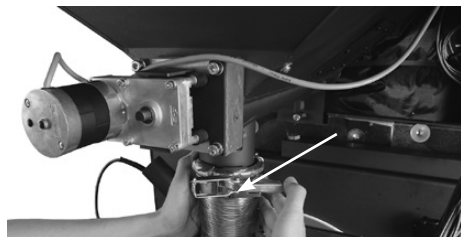

Fig. 16
7. Aprire l'anello elastico al di sopra della valvola stellare (Fig. 16).